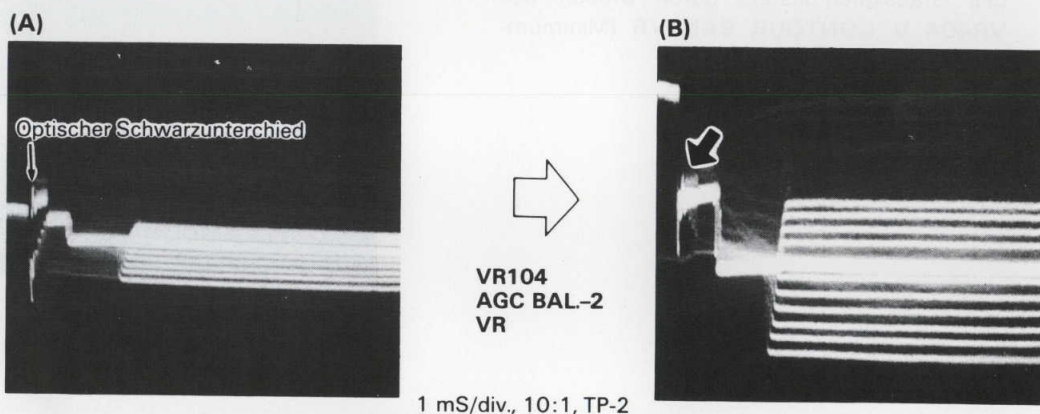

Fig. 4-4-3 Abgleichen der AVR-Balance-2
- (4) **VR104 AGC BAL.-2** ist entweder voll in Uhrzeigersinn oder entgegen dem Uhrzeigersinn zu drehen.
- (5) Schließen Sie die Blende nach und nach bis zu dem Punkt, wo die optische Schwarzdifferenz erzeugt wird.
(Fig. 4-4-3(A) zeigt das Abrutschen der oberen Seite)
- (6) Löschen Sie den Unterschied durch langsames Drehen des **VR104**.